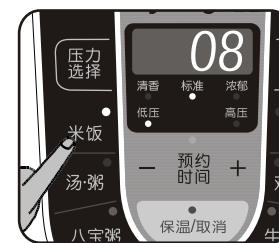
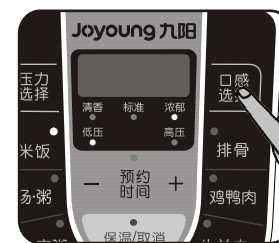
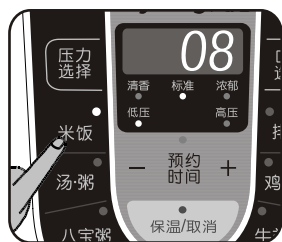

图3
图4
图5
- 5、必须定期检查限压放气阀，浮子阀、压力眼，确保限压放气阀、浮子阀、压力眼不能被堵塞，限压放气阀上不得添加任何重物或其它物体替代。（如图3、图4）
- 8、禁止放在儿童手能触及的地方使用，否则会引起烫伤或触电。（如图5）
食物和水不得超过内胆最大刻度线（FULL），不得少于内胆最小刻度线。烹饪米饭时，请参照右侧米饭刻度线。（见图3、图4、图5）